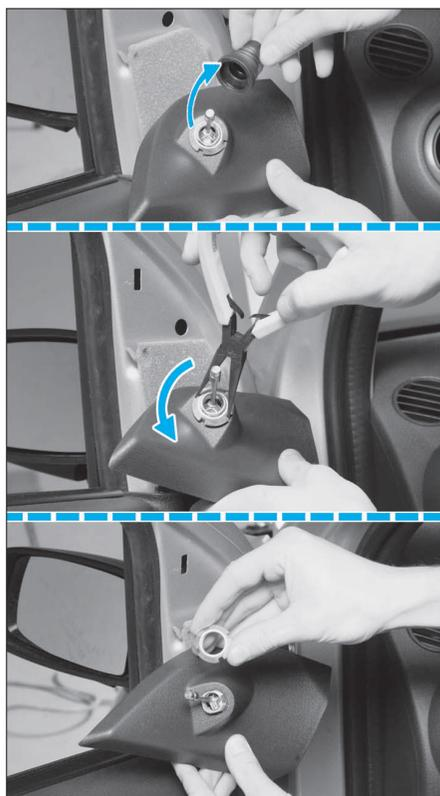

FIG. 58
• Décliper de la même façon l'enjoliveur intérieur de rétroviseur, puis déposer le caoutchouc de la manette de réglage (Fig.58).